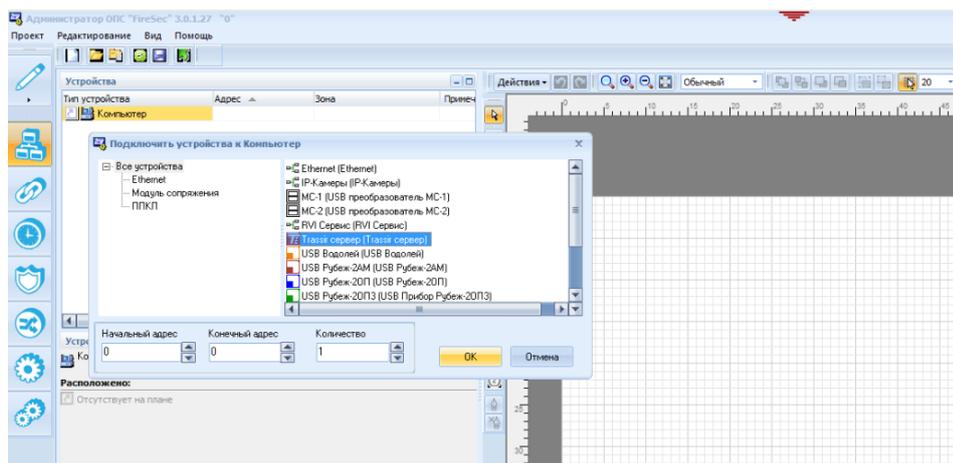

Рис. 51 Подключение Trassir сервера в дерево устройств
1. в древе устройств (вкладка **Планы**) к устройству компьютер подключить **Trassir сервер** (Рис. 51);